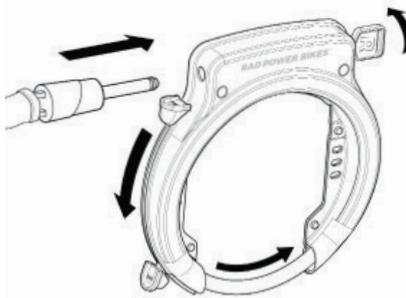

Figura 12: Instale la cadena de seguridad y bloquee el grillete
- Gire la llave en el sentido de las agujas del reloj y presione la palanca manual hacia la abertura del candado de llanta trasera hasta que el grillete se trabe en la posición completamente cerrada (Figura 12). Luego gire la llave en el sentido contrario a las agujas del reloj para bloquear el grillete en esta posición. Asegúrese de que el grillete no interfiera con ningún radio ni con el borde de la rueda. Verifique que la bicicleta esté segura. Retire la llave.